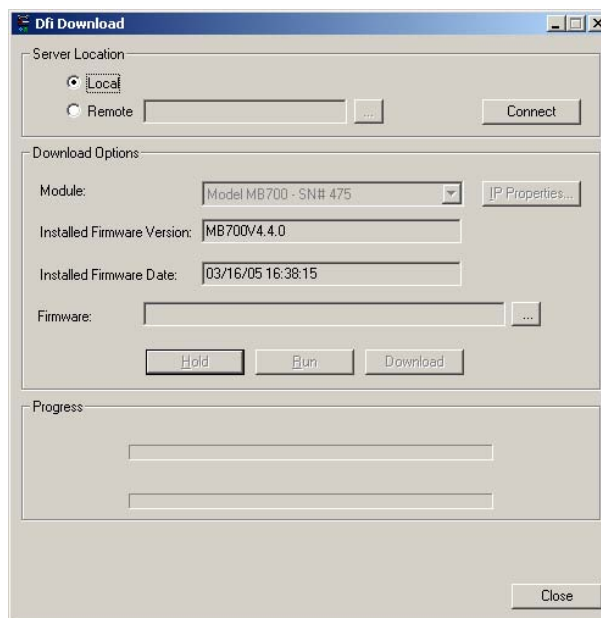

Figura 3.6 – Dfi Download – Tela para Conexão do Módulo (2)
17. Certifique-se que o Led HOLD esteja aceso. Após interromper a execução do *Firmware* no Módulo (*Hold*) a tela seguinte será exibida novamente (Ver a Figura 3.6).